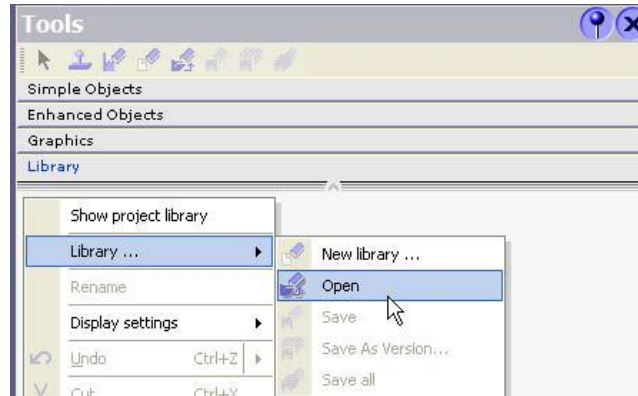

图20 打开WinCC flexible 库
2. 在库窗口工作区，单击右键：“库...” (Library...) > “打开” (Open) ，如图20所示。